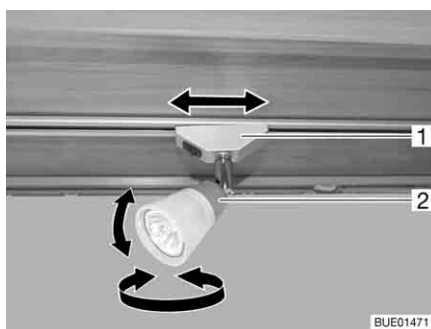
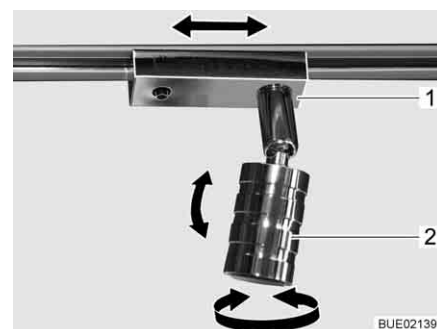

Bild 72 Spotlight
Bild 73 Spotlight (alternativ)
**Vrida:** ■ Ta tag i huset (Bild 72,2 eller Bild 73,2) och vrid.
**Förskjuta:** ■ Ta tag i sockeln (Bild 72,1 resp. Bild 73,1) och vrid cirka 45°. ■ Spotlighten förskjuts längs skensystemet till önskat läge. ■ Vrid tillbaka sockeln igen.
**Ta av:** ■ Ta tag i sockeln (Bild 72,1 resp. Bild 73,1) och vrid runt 90°. ■ Ta av spotlighten från skenan.